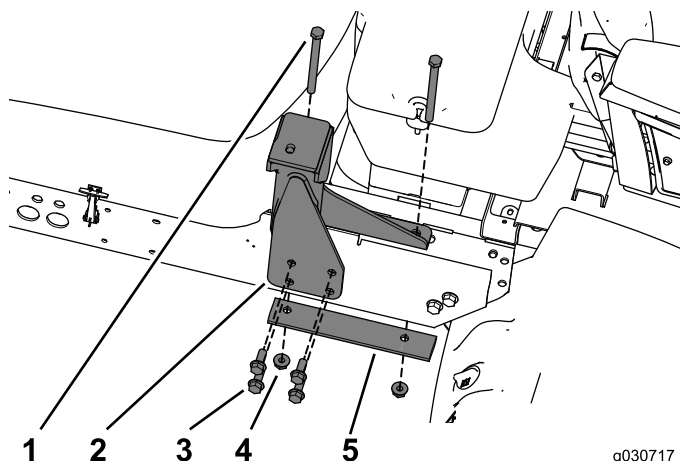

Figura 21
1. Utilice las fijaciones nuevas para sujetar el soporte trasero derecho al bastidor (Figura 21).